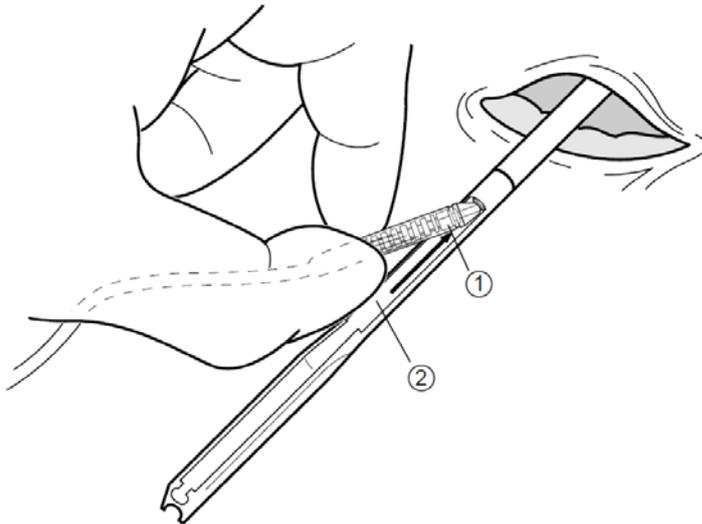

Figura 24. Introducción de la extensión en el portal del portador.
3. Coloque la extensión de forma que el tornillo de fijación esté orientado hacia abajo y, a continuación, inserte la punta distal de la extensión en el portal del portador hasta que note resistencia (Figura 24).